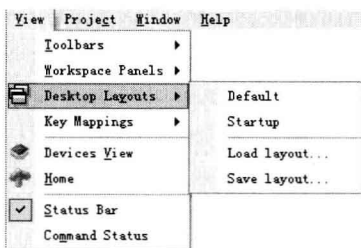

图 1-9 “Desktop Layouts”级联菜单
- ◆ “Desktop Layouts (桌面布局)”命令：用于控制桌面的显示布局，其级联菜单如图 1-9 所示。